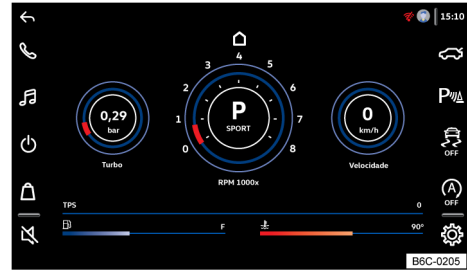

Fig. 21 En la pantalla de la radio: monitor de datos del vehículo.
- El monitor de datos del vehículo abre en la pantalla → **fig. 21**.